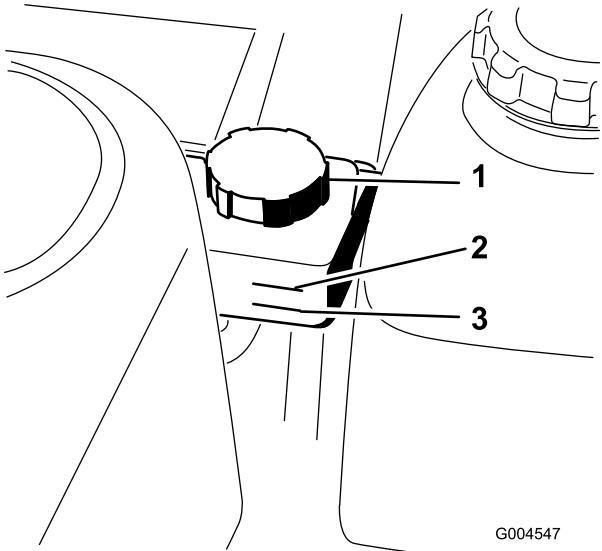

Figure 49
Remarque: Le niveau de l'huile hydraulique se contrôle de deux manières : quand l'huile est chaude et quand elle est froide. Le réservoir a 2 niveaux différents selon que l'huile est chaude ou froide (Figure 49).
2. Nettoyez la surface autour du réservoir hydraulique (Figure 49).
5. S'il est nécessaire de rectifier le niveau, retirez le bouchon du goulot de remplissage (Figure 49).
8. Ajoutez de l'huile jusqu'à ce qu'elle atteigne le repère "à froid" sur le réservoir hydraulique (Figure 49).